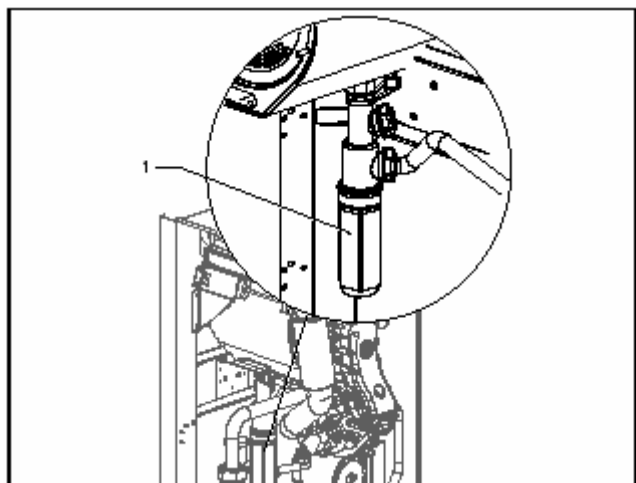

Рис. 1.27 Заполнение сифона
- Отвинтите нижнюю часть (1) сифона конденсата (рис. 1.27).